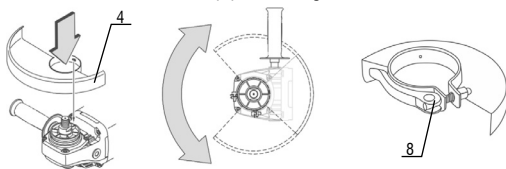

Fig. 3 – Montagem e posicionamento da capa de proteção
- b. Solte o parafuso de aperto rápido (8), Fig. 3;
- d. Posicione a capa de proteção (4) de acordo com o trabalho a ser realizado;
- e. Aperte o parafuso (8) na posição desejada.